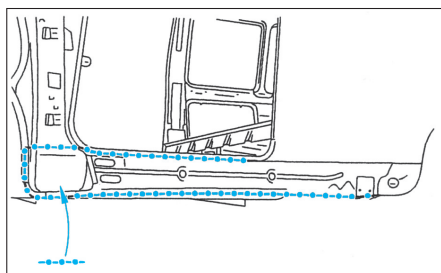

FIG. 64
- Préparer les bords d'accostage et les protéger par un apprêt soudable (Fig.64).